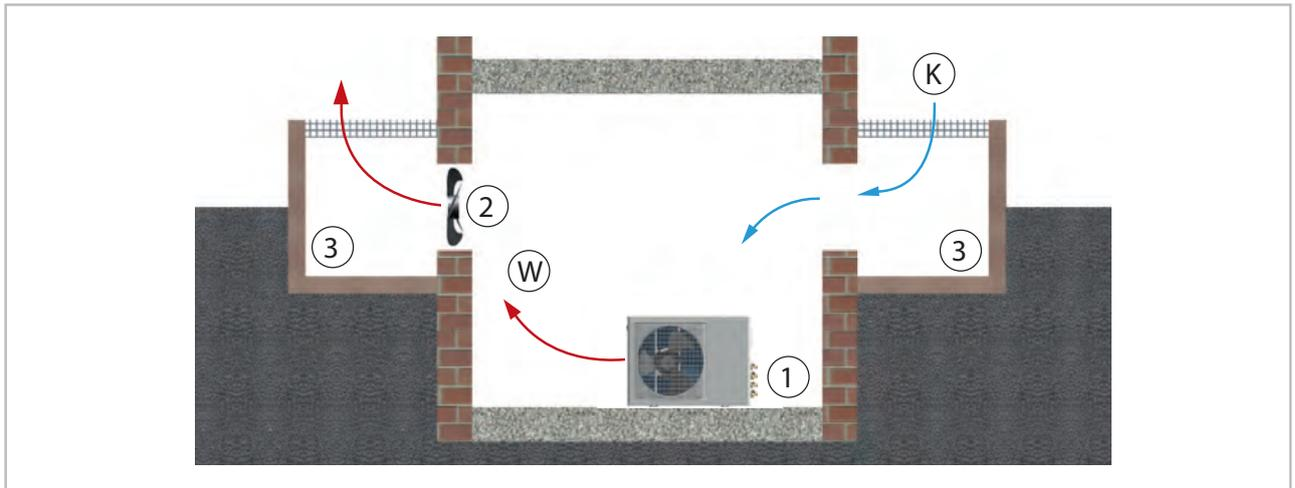

Abb. 28: Aufstellung im Gebäudeinneren
- Sorgen Sie für eine ausreichende Wärmeabfuhr, wenn das Außenteil im Keller, auf dem Dachboden, in Nebenräumen oder Hallen aufgestellt wird (Abb. 28).
- Installieren Sie einen zusätzlichen Ventilator, der über den gleichen Luftvolumenstrom des im Raum aufzustellenden Außenteiles verfügt und der eventuelle zusätzliche Druckverluste durch Luftkanäle kompensieren kann (Abb. 28).